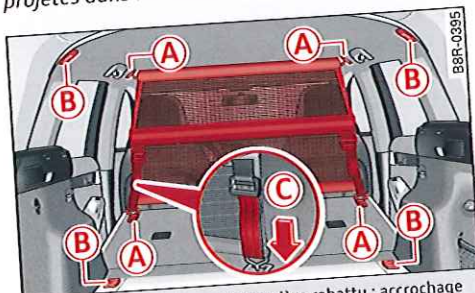

Fig. 81 Dossier de banquette arrière rabattu : accrochage du filet de séparation
- Accrochez le filet de séparation aux œillets de fixation ⇒ fig. 81 (B).
- Tendez les sangles de fixation (C).